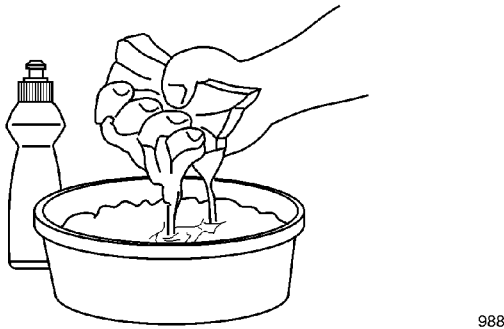

Figure 22
3. Laver le filtre à air dans du détergent ménager ou du kérosène (Fig. 22).